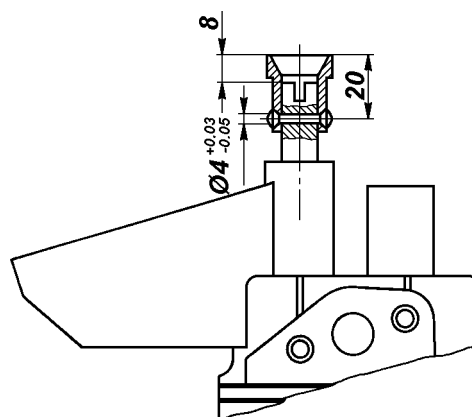

Рис. 4.99. Крепление втулки на валике масляного насоса
1. Напрессуйте на ведущий валик втулку, выдержав размер между торцом ведущего валика и торцом втулки 8 мм (рис. 4.99). При этом зазор между корпусом насоса и другим торцом втулки должен быть не менее 0,5 мм.